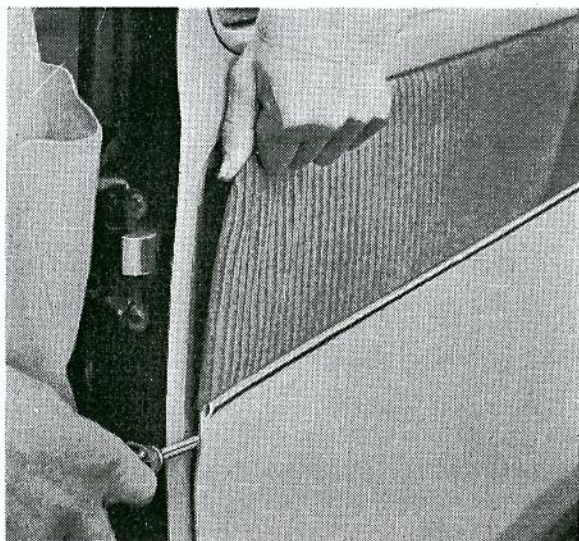

Bild 15. Dömentering av klädsel.
kanten och därefter bända utåt varvid klädseln lossnar, bild 15.
2. Tag bort dörrklädseln. Använd en mejsel eller dylikt, vilken anbringas under klädseln och sedan brytes utåt, se bild 15.
3. Tag bort dörrklädseln. Använd en mejsel eller dylikt, vilken anbringas under klädseln och sedan brytes utåt, se bild 15.